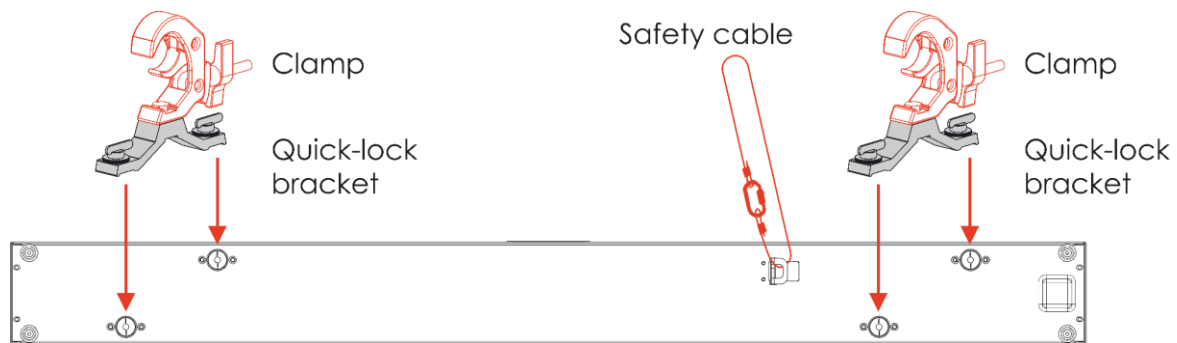

Fig. 05
- 02) Installare il(i) morsetto(i), come mostrato nella Fig. 05. Accertarsi di utilizzare morsetti adatti al fissaggio dell'apparecchio su una travatura.
- 04) Fissare il dispositivo con una sospensione secondaria, ad esempio un cavo di sicurezza. Accertarsi che la sospensione secondaria sia in grado di sostenere 10 volte il peso del dispositivo. Ove possibile, la sospensione secondaria dovrebbe essere fissata a una struttura di supporto indipendente dalla sospensione primaria. Far passare il cavo di sicurezza nell'occhiello di sicurezza, come indicato nella Fig. 05.